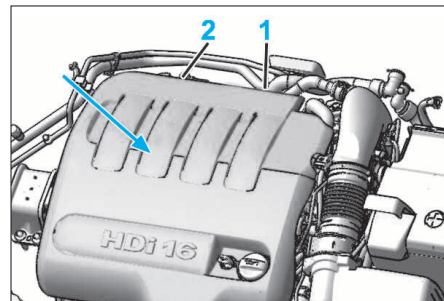

FIG. 27
- Ouvrir les vis de purge (1) (tuyau d'aérotherme) et (2) (tuyau de l'échangeur de la vanne EGR) (Fig.27).